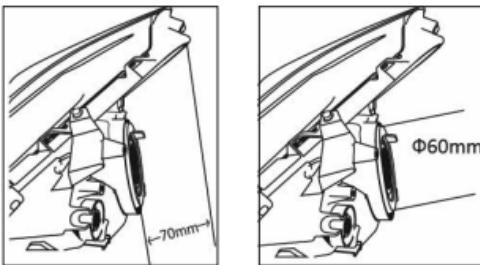

Figura-1
- Assicurarsi che ci siano almeno 70 mm dietro l'attacco dei fari e che l'attacco abbia un diametro di 60mm come mostrato nella Figura 1.